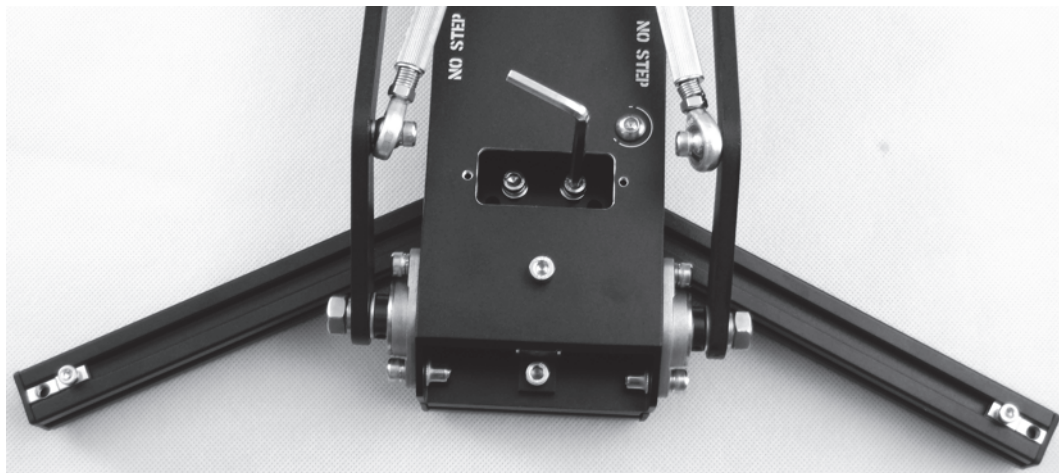

Рис. 2.10.
- 4.7. Затяните винты регулировочного и осевого отверстий. Вариант установки задних ног показан на рис. 2.10.